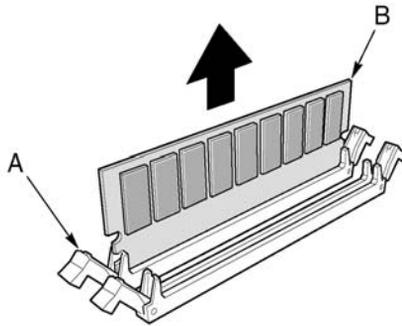

Abbildung 28 - Entfernen eines DIMMs
- 2 Finden Sie das DIMM, das Sie entfernen möchten und drücken Sie vorsichtig auf die Plastik-Auswurfhebel (Abbildung 28, A) um das DIMM von seinem Sockel auszuwerfen.